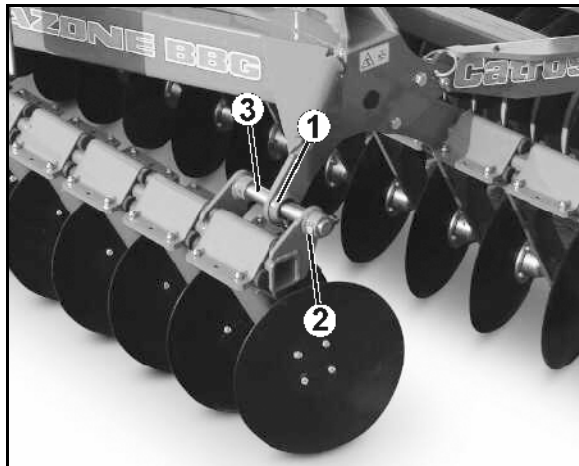

Fig. 58
Zum Austausch der Rolle (Fig. 58/1) die ausgeklappte Maschine so abstellen, dass die Rolle spannungsfrei ist.
1. Verschraubung (Fig. 58/2) lösen.
2. Hülse (Fig. 58/3) abziehen.